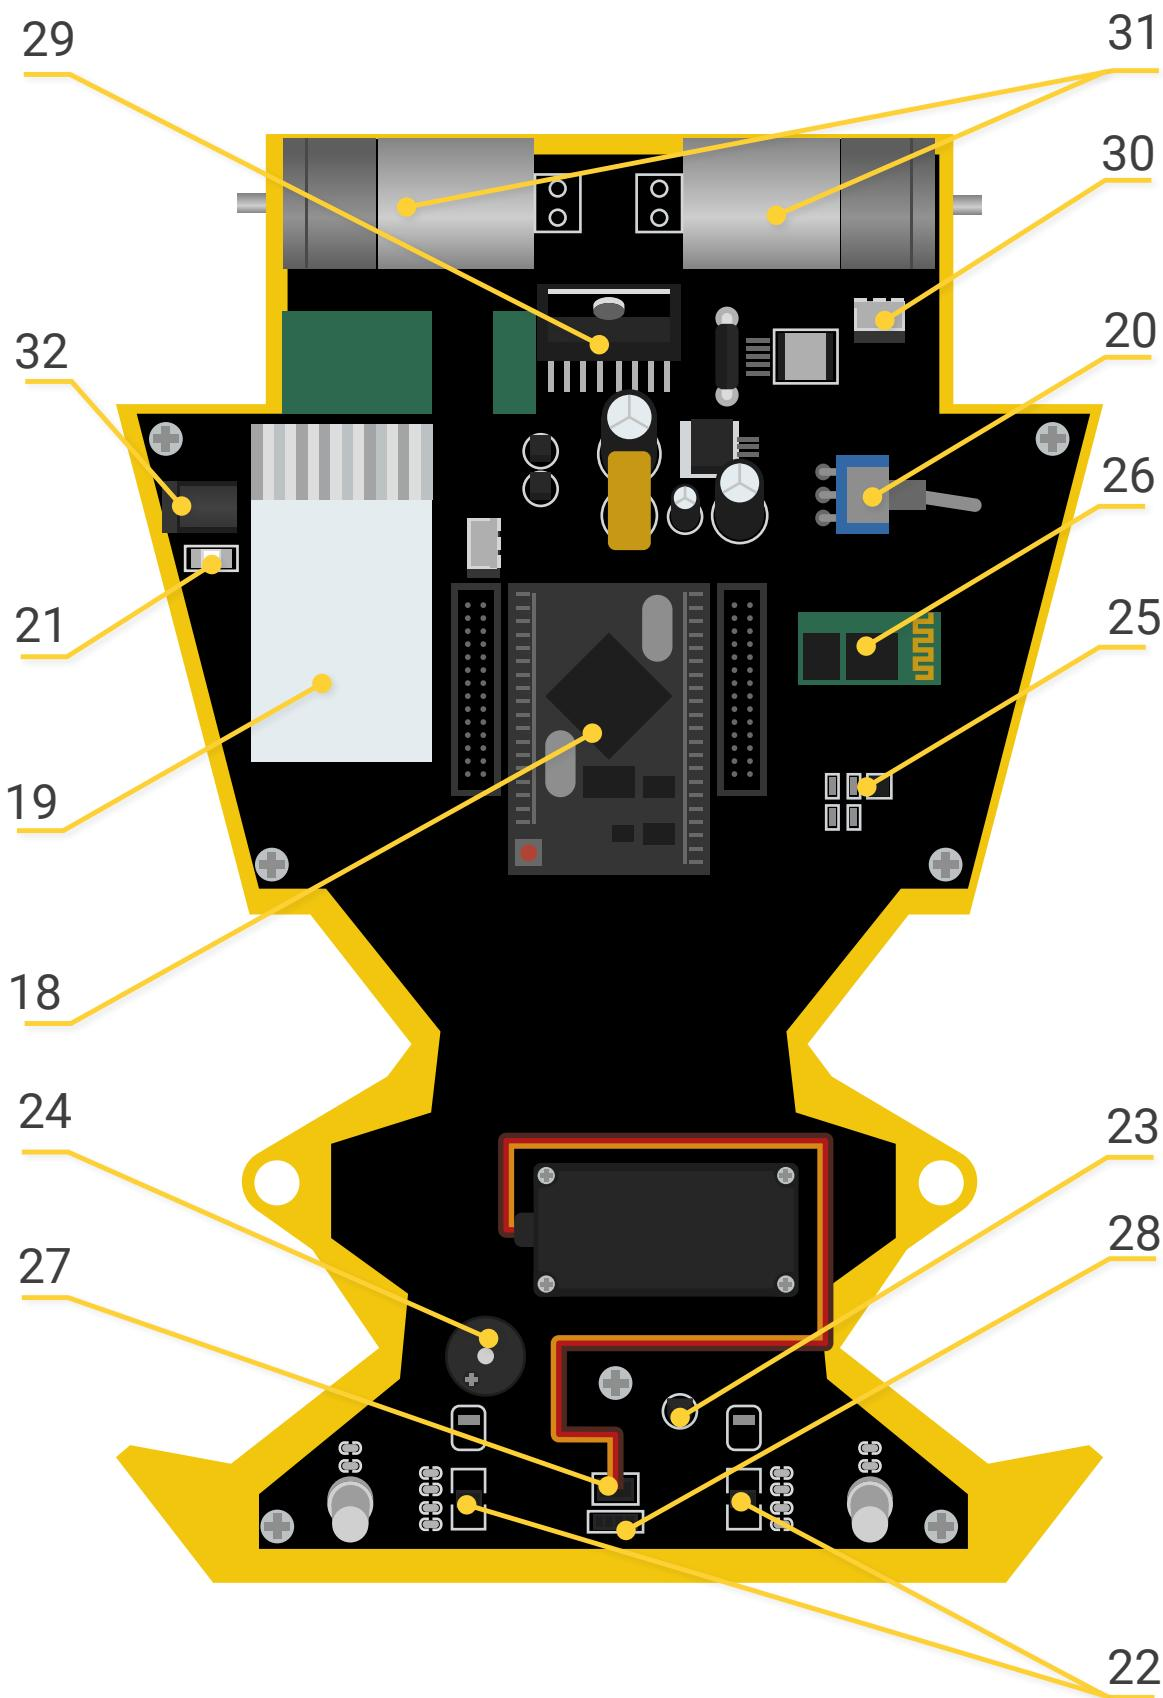
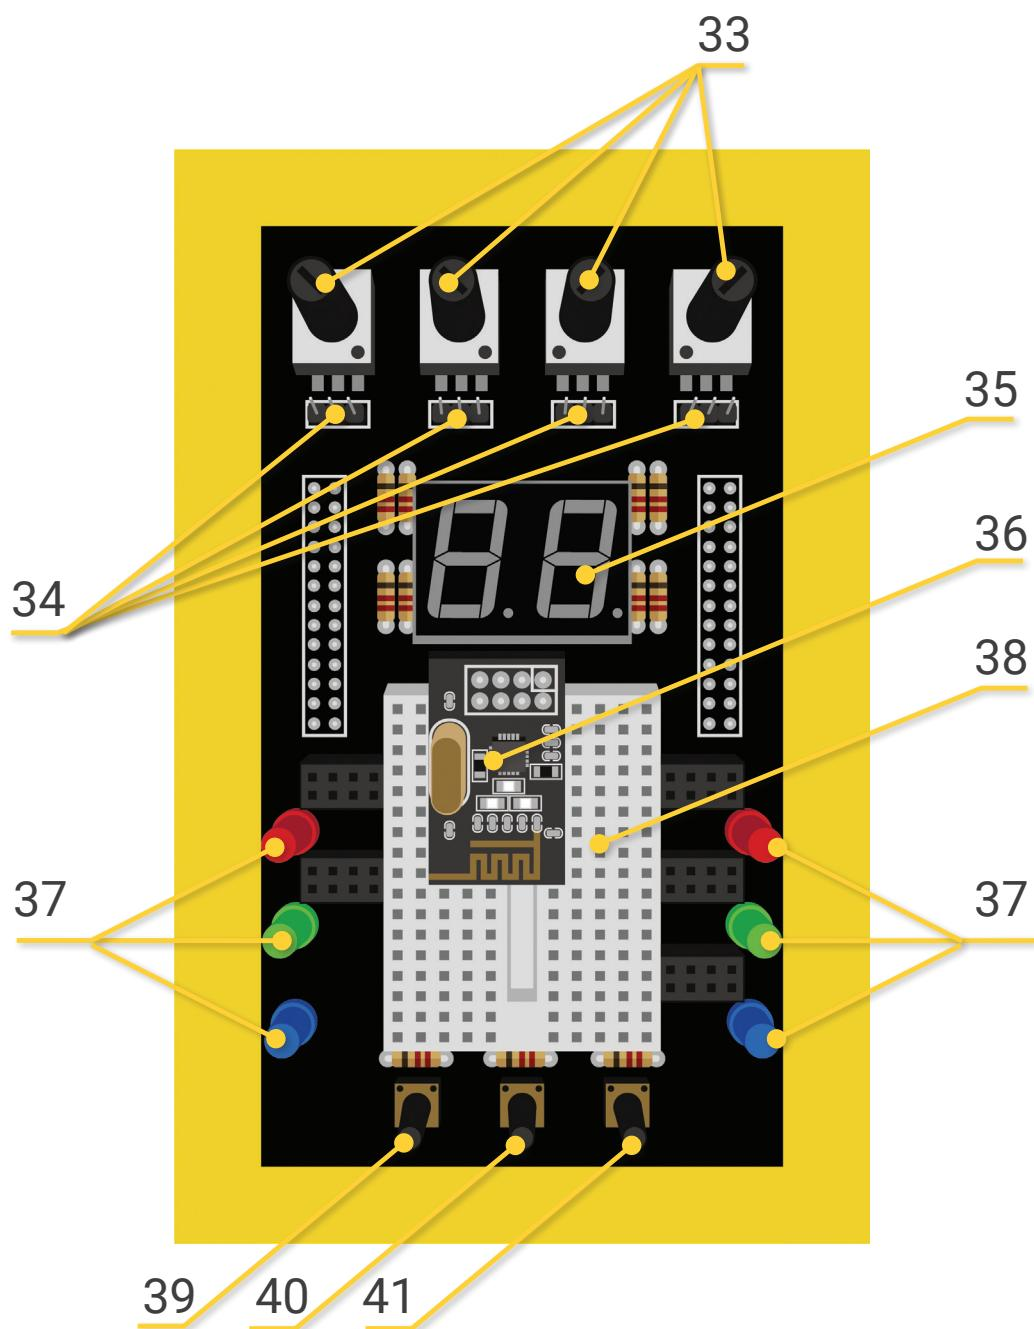

Рисунок 2.
Рисунок 3.
На нижній (основній) платі (11) розміщені: (див. Рисунок 2):
- 27 виводи до сервоприводу SG90 9g 180° рульового механізму повороту коліс (10)
- 28 виводи до ультразвукового датчика відстані (17)
- 29 виводи до LCD дисплею 1602 12C (13)
- 30 виводи до лінійки RGB світлодіодів KY-016 (14)
На верхній платі (12) розміщені: (див. Рисунок 3)
6.2 Перевірити зарядну систему робот-машини. Для чого в роз'єм підключення зарядного пристосування поз. 32 (див. рисунок 2) під`єднати зарядне пристосування, що входить в комплект поставки. Зарядне пристосування ввімкнути в електричну мережу живлення змінного струму напругою ( $220\pm20$ ) В та частотою ( $50\pm1$ ) Гц. Одразу після підключення - засвітиться червоний світловий індикатор 21 (показує працездатність зарядного пристосування). Якщо, світловий індикатор, також засвітився зеленим кольором, то джерело живлення 19 заряджається.